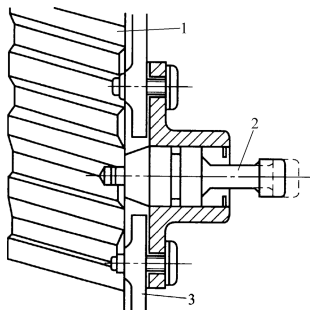

图 1-261 发动机正时销位置
1) 首先通过发动机旋转转向盘转动发动机曲轴，找到第一缸压缩上止点，此时发动机齿轮室上的正时销与凸轮轴齿轮上的正时孔应对正，如图 1-261 所示。